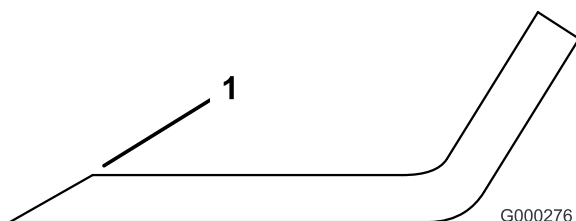

**Figura 85**
2. Examine cuidadosamente as extremidades da lâmina, prestando especial atenção à zona onde se encontram as partes curvas e planas da lâmina (Figura 85).
**Nota:** A areia e os materiais abrasivos podem desgastar o metal entre as partes plana e curva da lâmina; por isso, verifique a lâmina antes de utilizar a máquina. Se verificar que esta zona se encontra desgastada (Figura 85), substitua a lâmina.